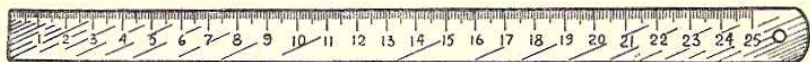

Рис. 40. Масштабная линейка.
1. **Масштабные линейки** (рис. 40) изготовляют из стали в виде тонкой ленты. Пользуются ими для измерения размеров и нанесения рисок при разметке.